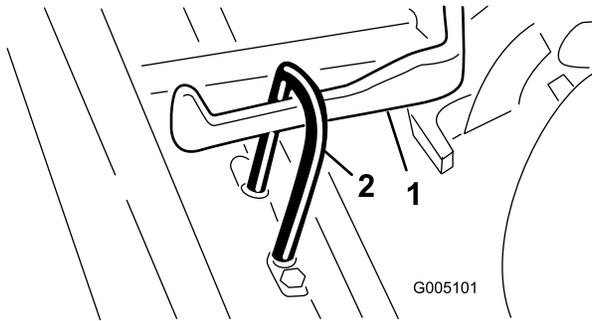

Figura 7
2. Posicione a unidade de corte sob o quadro porta-cilindro, posicionando a alça de suspensão sobre o braço de suspensão (Figura 7).